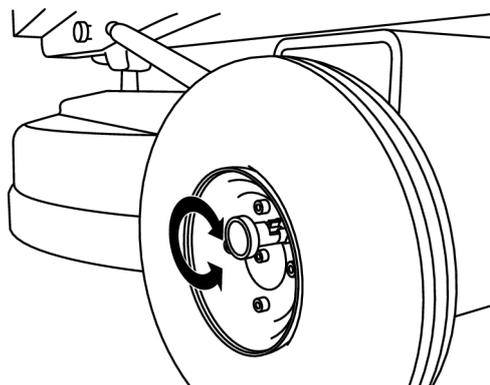

Abbildung 4-4. Um 90 Grad drehen
2. Drehen Sie den Sicherungsbolzen um 90 Grad und lassen Sie ihn los, damit er in die gesicherte Position gelangt, siehe Abbildung 4-4, Seite 20.